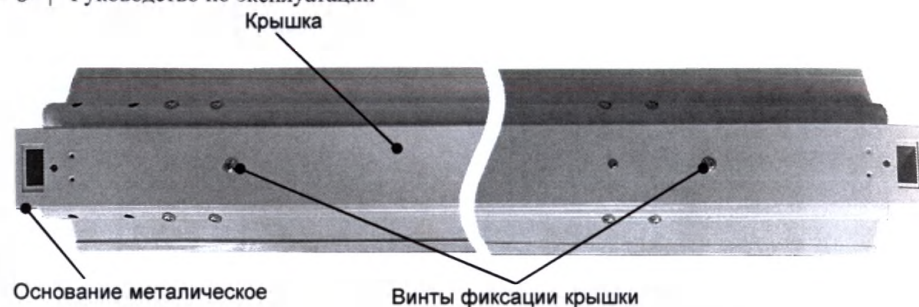

Рис. 3 Фиксация крышки на основании металлическом
- отсоединить крышку от основания металлического, выкрутив два винта (рис.3).
- установить крышку на основание металлическое, зафиксировав ее винтами (рис.3).